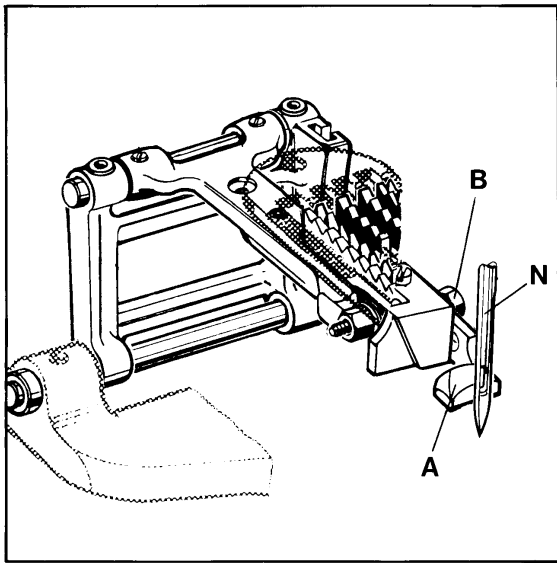

Fig. 17
Rotate handwheel in operating direction until the rear needle guard (A, Fig. 17) is in its most forward end position. In this position its guarding surface should just contact the back of needle (N) without deflecting it.
After loosening screw (B, Fig. 17) the rear needle guard (A) can be moved accordingly to the front or to the rear. Retighten screw.
Drehen Sie das Handrad in Nährichtung bis der hintere Nadelanschlag (A, Fig. 17) in seiner vordersten Endstellung ist. In dieser Stellung soll seine Schutzfläche die Rückseite der Nadel (N) gerade berühren, ohne sie abzulenken.
Nach Lösen der Scharbe (B, Fig. 17) kann der hintere Nadelanschlag (A) entsprechend nach vorne oder hinten geschoben werden. Ziehen Sie die Scharbe wieder an.